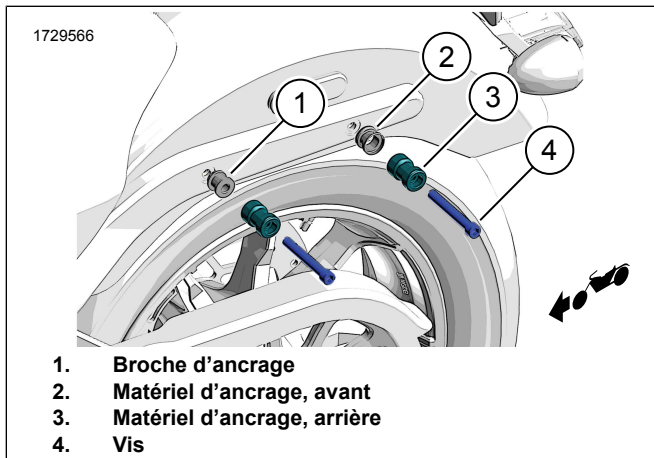

Figure 5. Points d'ancrage (côté gauche illustré)
- d. Voir la Figure 5. Installez le matériel d'ancrage arrière (3), la broche d'ancrage (1) et la vis (4).
- e. Voir la Figure 5. Installez le matériel d'ancrage avant (2), la broche d'ancrage (1) et la vis (4).
- f. Serrer les vis (4). Serrer.